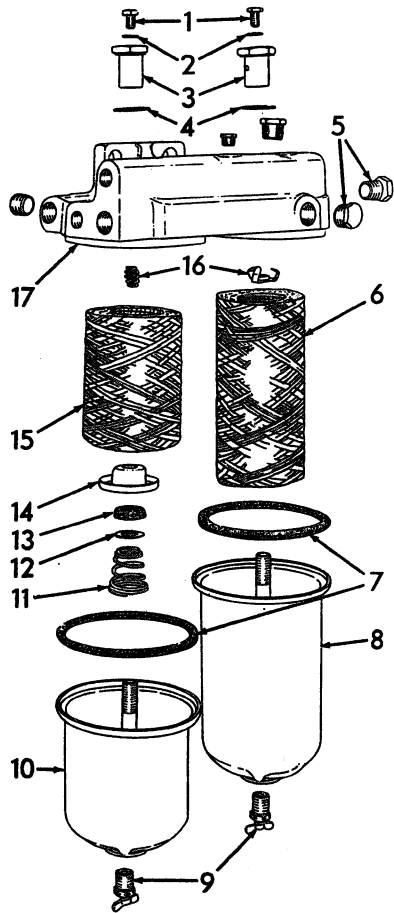

Fig. 5 -- Fuel Filter Details
**B. FUEL FILTER HEAD (Fig. 5)**